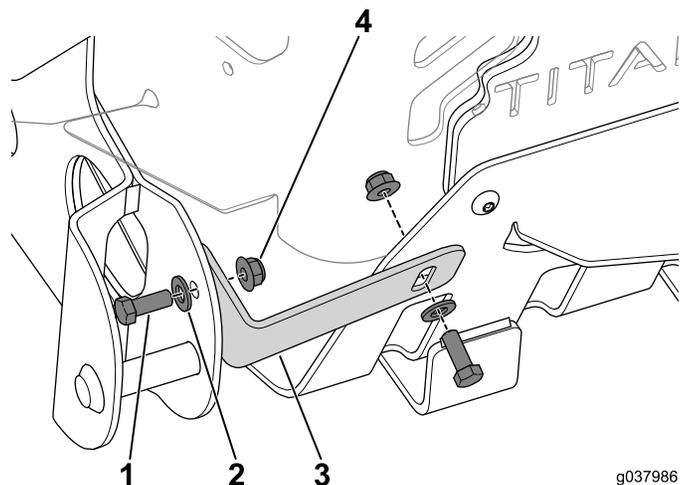

Figura 14
1. Utilizzate i 2 bulloni ($\frac{3}{8}$ " x 1"), 2 rondelle e 2 dadi per fissare la stappa del cesto di raccolta alla macchina (Figura 14).